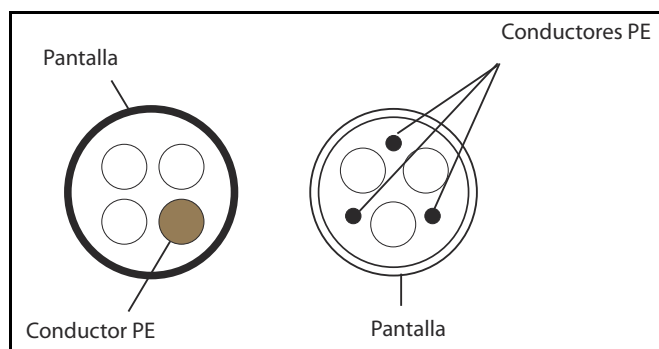

Figura 16. Ejemplo con cable trifásico.
- 2 = Cable de potencia simétrico provisto de hilo de protección concéntrico y diseñado para el voltaje específico de la red. (Se recomienda MCMK o similar). Consulte la Figura 16.
- 3 = Cable de potencia equipado con apantallamiento compacto de baja impedancia y diseñado para el voltaje específico de la red. (Se recomienda MCCMK, EMCCK o similares; con una impedancia de transferencia [1-30 MHz] de 100 mΩ/m como máximo). Consulte la Figura 16.